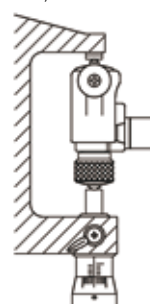

Fig. 1
3. Fije el punto cero antes de comenzar a medir. Para realizar el fijado inicial con un micrómetro de exteriores, posicione el micrómetro en una orientación vertical con el husillo del micrómetro y la punta del instrumento como se muestra. (Fig. 1)